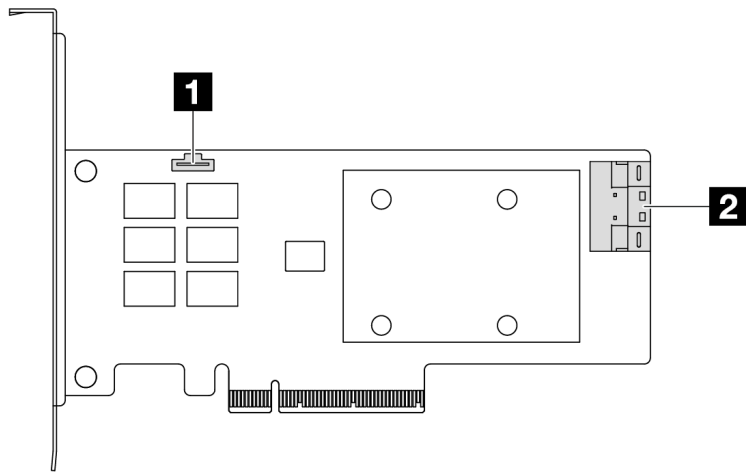

Figura 298. Adattatore RAID/HBA SFF 8i Gen 4 (un connettore di porta)
- Figura 298 "Adattatore RAID SFF 8i Gen 4 (un connettore di porta)" a pagina 302